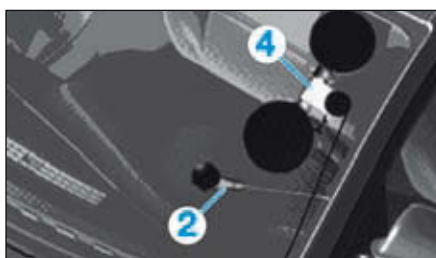

FIG.7
- Déplacer l'enrouleur (4) et l'alène (2) de guidage et dégager la zone à proximité du montant A (Fig.7).